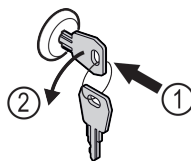

Fig. 161
- ▶ Uvucite ključ. Fig. 161 (1)
- ▶ Okrenite ključ za 90° nalijevo. Fig. 161 (2)